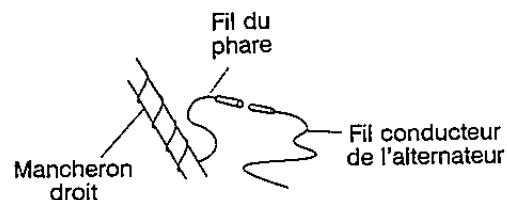

FIGURE 14
- Enroulez le fil du phare autour du mancheron droit jusqu'à ce que le fil puisse être branché dans le fil conducteur de l'alternateur, sous le réservoir d'essence. Voir la figure 14.